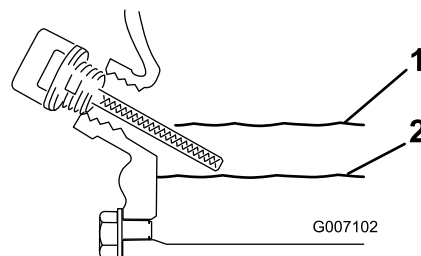

Figure 16
6. Sortez de nouveau la jauge et examinez l'extrémité. De l'huile doit se trouver sur la jauge (Figure 16).